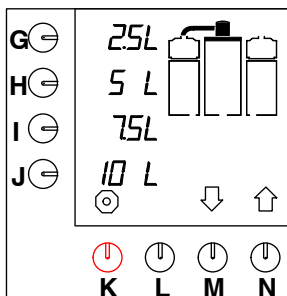

Fig. 6 Startskärm
- Lampan i strömbrytaren tänds. Standard-möjligheterna visas på displayen (fig. 6 ).